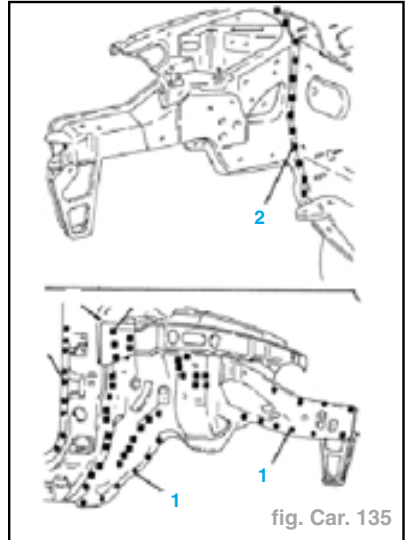

fig. Car. 135
- la pièce de rechange avec la soudeuse par points (1) (fig. Car. 135),
- la pièce de rechange par remplissage (2),
- la pièce de rechange au laiton (3).